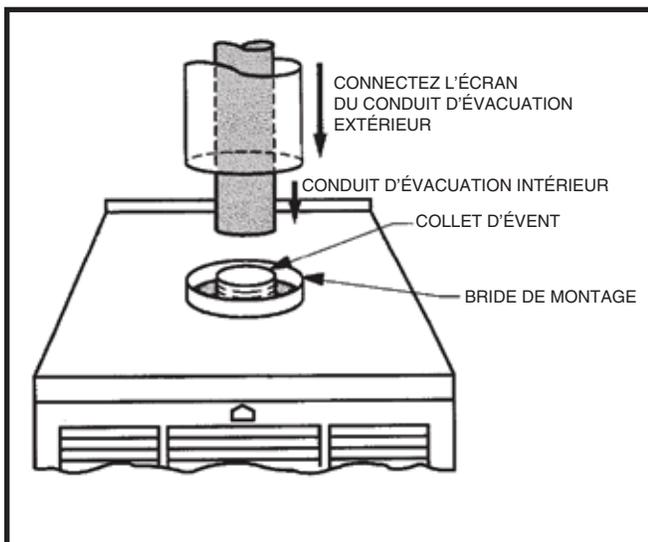

Figure 22. Branchement du tuyau d'air de combustion
- Connectez le conduit d'évacuation intérieur au collet d'évent de la fournaise. Consultez la Figure 22 \(page 12\).
- Connectez le tuyau d'air de combustion au collet de la fournaise avec une vis à tôle. Voyez la Figure 22.